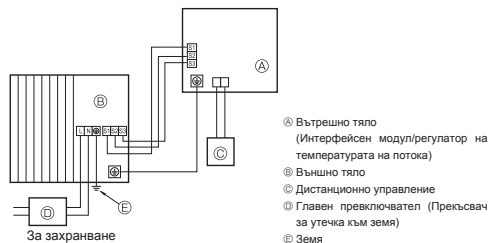
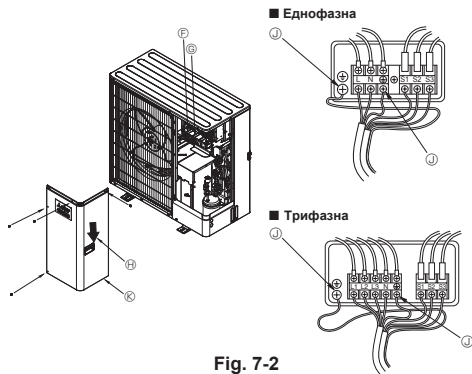

Fig. 7-1
Fig. 7-2
7.1. Външен модул (Fig. 7-1, Fig. 7-2)
- 2 Опроводете кабелите, като направите справка с Fig. 7-1 и Fig. 7-2.